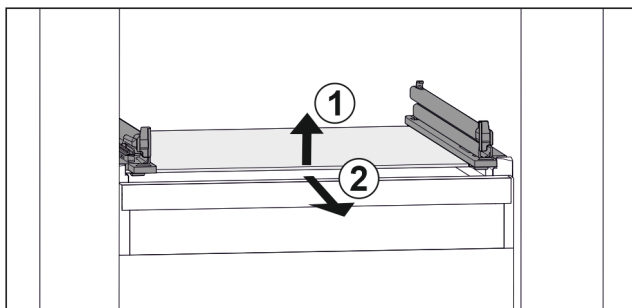

Fig. 153 Simbolična slika steklene plošče
- ▶ Steklenu ploščo dvignite v smeri naprej. Fig. 153 (1)
- ▶ Steklenu ploščo odstranite v smeri naprej. Fig. 153 (2)